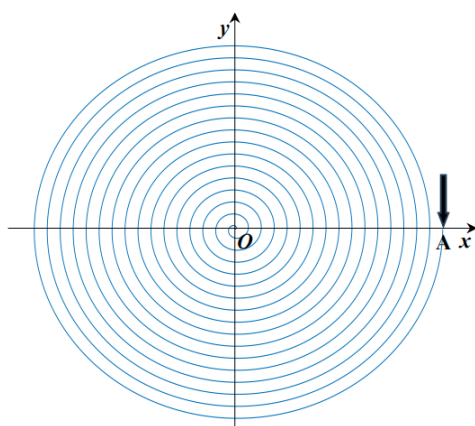

图 4
- 舞龙队沿螺距为 55 cm 的等距螺线顺时针盘入，各把手中心均位于螺线上。龙头前把手的行进速度始终保持 1 m/s。初始时，龙头位于螺线第 16 圈 A 点处（见图 4）。请给出从初始时刻到 300 s 为止，每秒整个舞龙队的位置和速度（指龙头、龙身和龙尾各前把手及龙尾后把手中心的位置和速度，下同），将结果保存到文件 result1.xlsx 中（其中“龙尾（后）”表示龙尾后把手，其余的均是前把手，结果保留 6 位小数，下同）。同时在论文中给出 0 s、60 s、120 s、180 s、240 s、300 s 时，龙头前把手、龙头后面第 1、51、101、151、201 节龙身前把手和龙尾后把手的位置和速度。